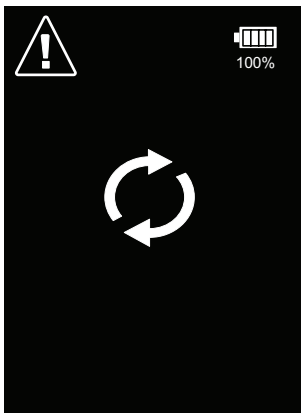

Fig. 16: Pantalla de mensaje de limpieza del sensor
- Retire el conjunto del sensor tirando con cuidado del sensor para sacarlo del casquillo (consulte la Fig. 16). No retuerza el sensor mientras lo extrae.
- Vuelva a colocar el sensor alineando la muesca de la chaveta del sensor con la chaveta levantada en el soporte del casquillo del sensor (consulte la Fig. 16).
- Extraiga el sensor nuevo (que incluye punta y filtro nuevos) de su embalaje y coloque el sensor alineando la muesca de la chaveta del sensor con la chaveta levantada en el soporte del casquillo del sensor (consulte la Fig. 16).
- Extraiga el sensor antiguo tirando de él para sacarlo del casquillo (consulte la Fig. 16). No retuerza el sensor mientras lo extrae.